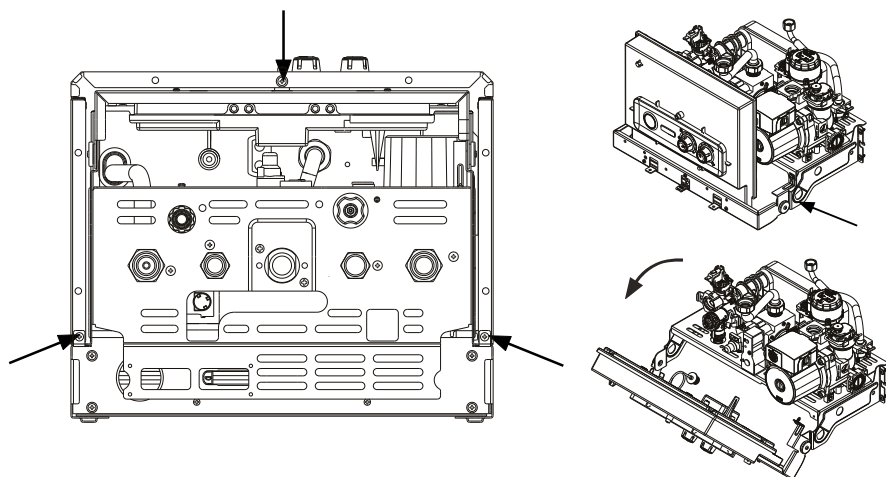

Рисунок 5
- открутить крепежные винты корпуса (рисунок 5);
- нажать на крючки, удерживающие панель управления в соответствующем положении (рисунок 5);
- повернуть панель управления вперед (рисунок 5);
- провести кожух вдоль проводки свечи зажигания (рисунок 5);